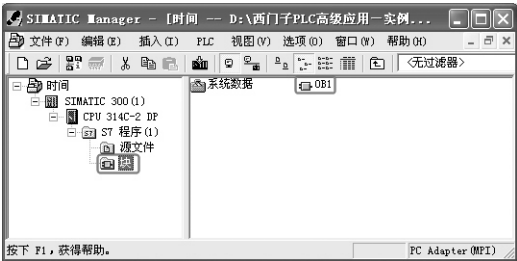

图 5-43 打开主程序块
- 1) 新建一个项目，本例为“时间”，选中“块”，双击“OB1”打开程序编辑器，如图 5-43 所示。